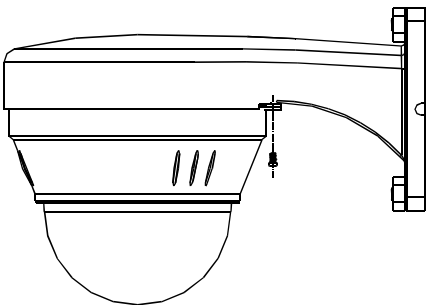

图2.2-4
4. 把迷你球机顶盖上的三颗铆钉放入基础板的安装孔内，然后顺时针旋转十五度左右即可。用附送的M3×5螺丝锁紧。如图2.2-4所示